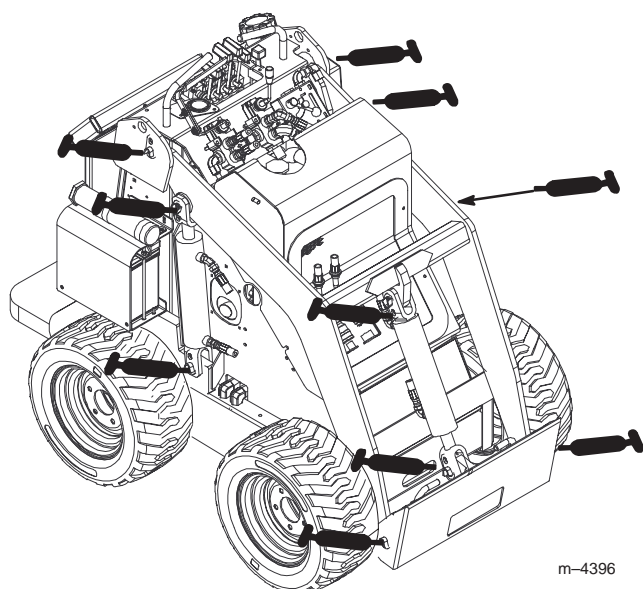

Figure 23
3. Raccordez une pompe à graisse à chaque graisseur (Fig. 23 et 24).